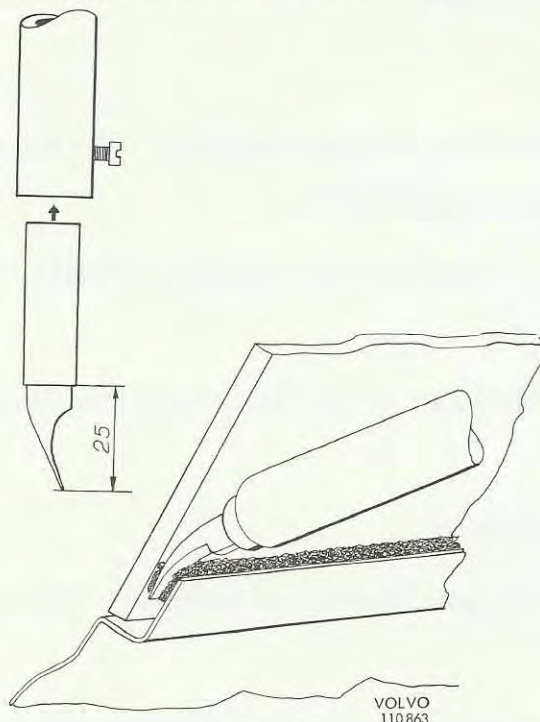

Bild 2
5. Vindrutan skärs loss med en varm lödkolv. Spetsen på lödkolven tillverkas enligt anvisningar bild 2.
Lödkolvens spets förs in mellan rutan och karossen, från vagnens insida se bild 2. Sedan dras lödkolven runt hela rutan. Vindrutan kan därefter tryckas ut med händerna. Med en kniv skärs eventuella kvarstående tapetrådar av.